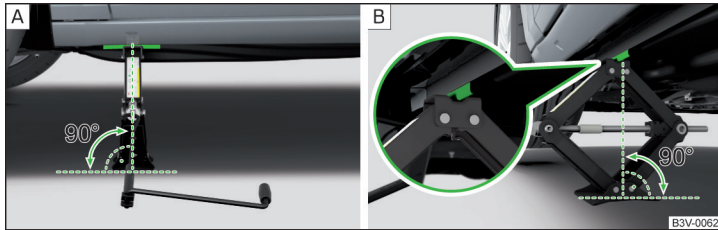

Abb. 334 Wagenheber ansetzen
- » Die Grundplatte des Wagenhebers mit der gesamten Fläche auf einem geraden Untergrund stellen, sodass sich der Heber in senkrechter Position zum Aufnahmesteg befindet » **Abb. 334 - A**.
- » Den Wagenheber mit der Kurbel so weit hoch drehen, bis die Klaue des Hebers den Steg umfasst » **Abb. 334 - B**.